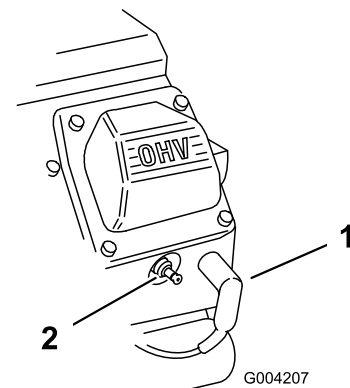

Figura 166
3. Collegate i cappellotti delle candele alle candele (Figura 166).